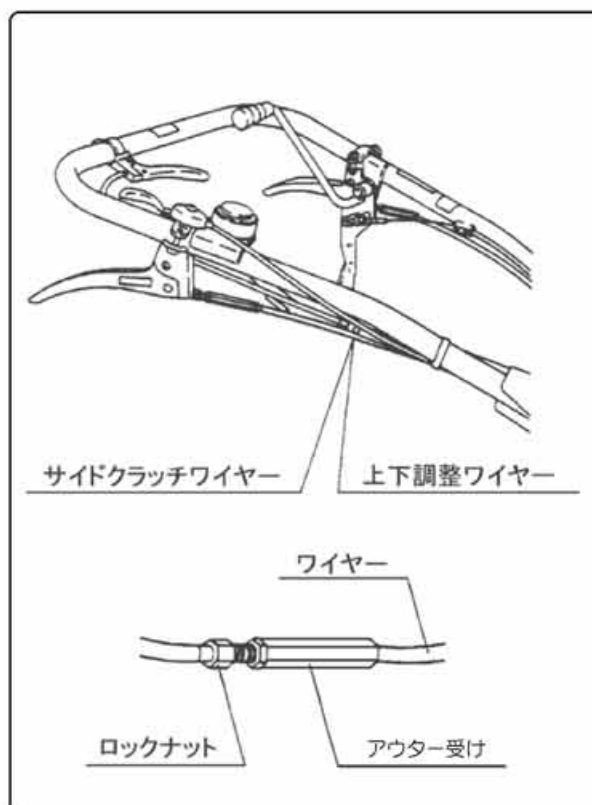

図26
①ロックナットをゆるめます。（図26）
②アウター受けを回してハンドルの上下が移動できるように調整して、ロックナットを締めます。